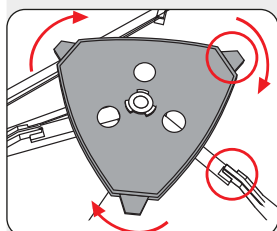

Fig. 6: accessoirehouder aanbrengen
3. Plaats de accessoirehouder (14) op het centrale opnamepunt (9) (Fig. 6). Draai de accessoirehouder met de klok mee totdat de klemnokken (11 a) onder de fixeergroeven (10) van de dwarssteunen (4 a) grijpen.
4. Druk de batterijpack-houder (12) met de klembekken (12 a) op een van de bovenste statiefpootdelen (3) (zonder afb.).